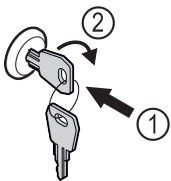

Fig. 91
- ▶ Introducir la llave Fig. 91 (1).
- ▶ Girar la llave 90° en sentido horario Fig. 91 (2).